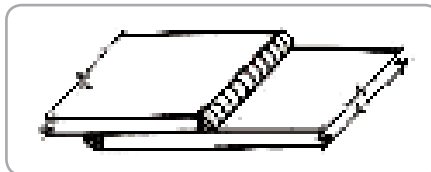

Fig.12
• Îmbinări sudate prin suprapunere (fig. 12):